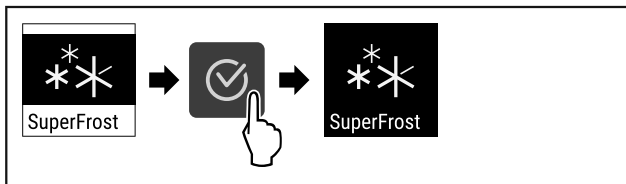

Fig. 93
- ▶ Hajtsa végre a művelet lépéseit (lásd Fig. 93).